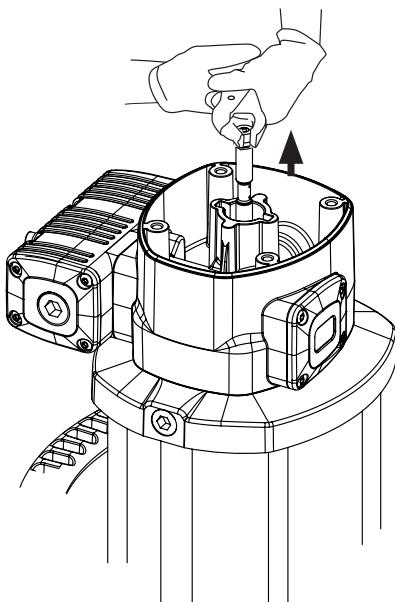

Fig. 7a
1. Desenrosque los cuatro tornillos (2) y quite la tapa (3).
2. Desenrosque el tapón inversor (4).
3. Con ayuda de una mordaza manual sobre el casquillo (5), tire hacia fuera del vástago (39) hasta que aparezca su rebaje central (fig. 7a). Después, con otra mordaza manual agarre el vástago (39) en dicha zona rebajada central para no dañar la superficie destinada al sellado y desenrosque el casquillo (5) (fig. 7b).
4. Deseche la tórica (6) y el aro (7), y use otros nuevos posteriormente al volver a montar.
5. Desenrosque los cuatro tornillos (56). Tire hacia arriba del cabezal motor (13) hasta liberarlo junto con la brida (36).
6. Quite el casquillo inversor (9). Sustituya las juntas (8) y (10) de este casquillo.
7. Desenrosque los cinco tornillos (37) y separe el cuerpo motor (13) de la brida (36). Extraiga la arandela (32) y sustituya la junta (8).
8. Retire el cilindro (51) sujetando con cuidado el émbolo (46). Sustituya la junta (45) de dicho émbolo.
9. Vuelva a montar el conjunto en sentido inverso, aplicando fijador de rosca en los tornillos (37), casquillo (5) y tapón inversor (4).